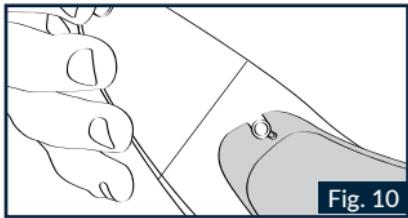

Fig. 10
1.4 Eine Seite des Innenvisors PINLOCK® auf einem der beiden Zapfen des Visiers aufstecken und in dieser Position halten (Abb.10).